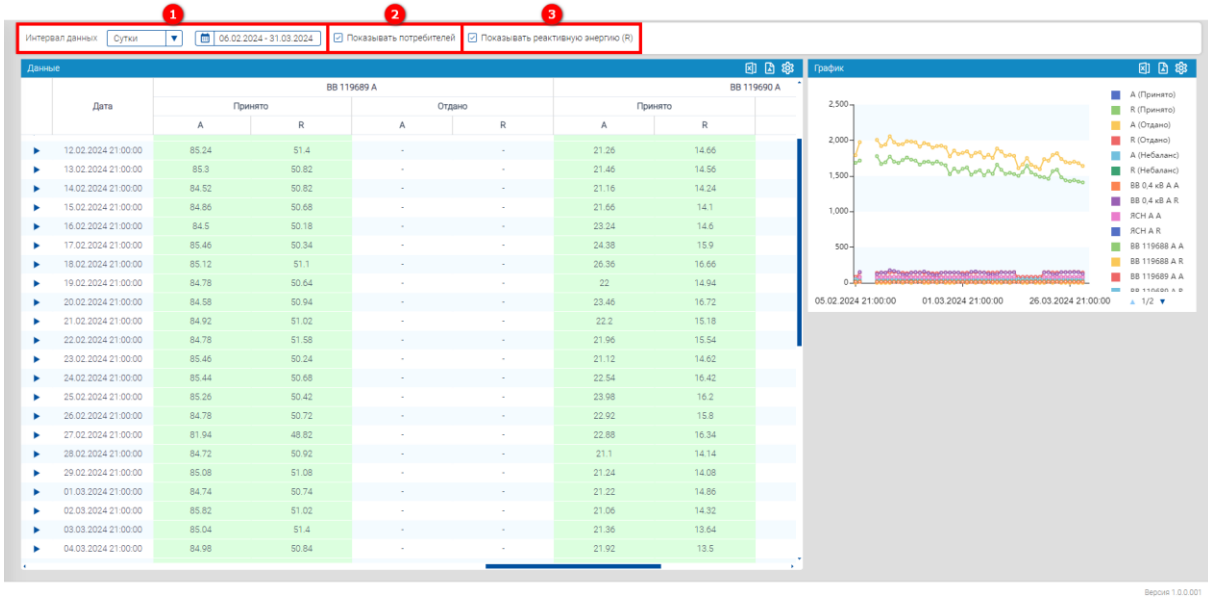

Рисунок 48 – Балансы
Для просмотра данных необходимо выбрать группу учета в дереве **Объекты учета**, указать интервал данных (сетки или месяц) и период, за который нужны данные (1) (см. рисунок 48). В основном окне появятся данные о небалансе на объекте учета в виде таблицы.